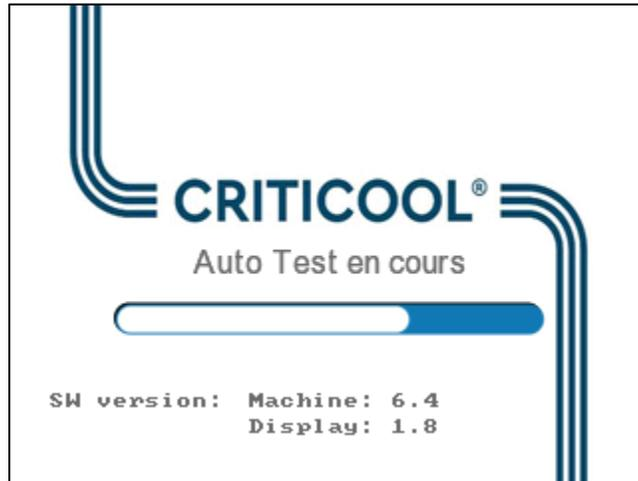

Figure 9 : Écran d'autotest.
1. Tourner l'interrupteur principal vers le haut en position Marche. Le panneau d'autotest s'affiche (voir Figure 9). À la fin de l'autotest, l'alarme est automatiquement activée.